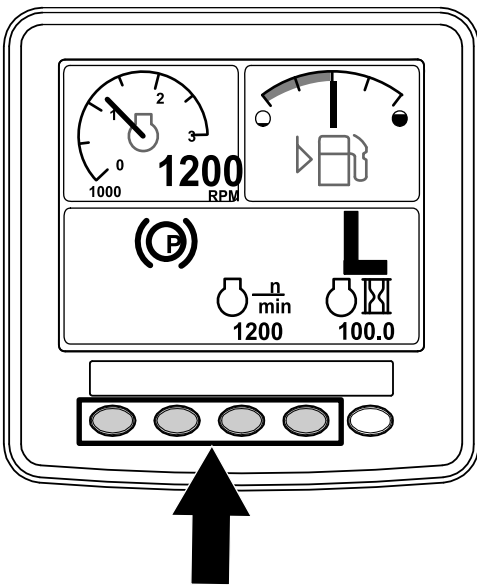

Figure 7
1. Depuis l'ÉCRAN D'ACCUEIL, appuyez sur le bouton 1, 2, 3 ou 4 pour accéder à la barre contextuelle au bas de l'écran (Figure 7).